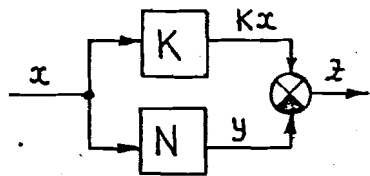

Рис. 5
6. Настройте нелинейный блок по схеме рис. I при $U_1 = 0$, $U_2 = 2$, $U_3 = 5$. Предскажите результирующую статическую характеристику, если этот блок соединить параллельно с усилителем $K = 2,5$ по схеме рис. 5. Проверьте результат моделированием. Что будет, если усилитель и нелинейный блок поменять местами? Исследуйте влияние коэффициента усиления K на вид результирующей характеристики ($K = 1; 2,5; 5$).
7. Настройте нелинейный блок по рис. I при $U_1 = 2, U_2 = \infty$, $U_3 = \infty$, $t_{\text{гд}} = 2,5$. Предскажите результат, если этот блок соединить параллельно с усилителем $K = 2,5$ по схеме рис. 5. Проверьте моделированием. Поменяйте местами усилитель и нелинейный блок, зарисуйте характеристику соединения. Исследуйте влияние коэффициента усиления K на зависимость $z(x)$ ($K = 1; 2,5; 5$).